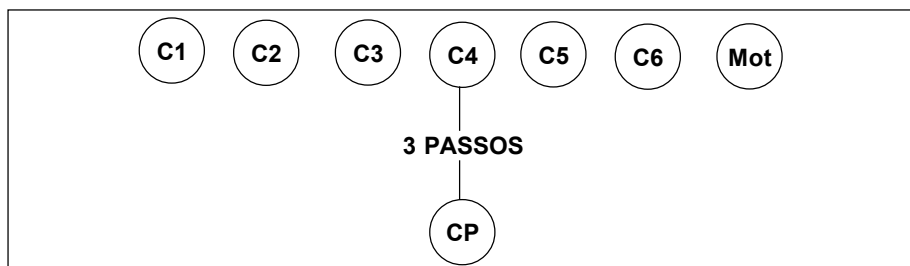

Fig 3-1. Guarnição formada
a. “FORMAR GUARNIÇÃO!” (Fig 3-1) - A guarnição procede da seguinte maneira:
(1) desloca-se, em passo acelerado, para o local indicado pelo CP;
(2) forma em uma só fileira, sem intervalos, com o apontador e atirador à direita; e à sua esquerda, os demais serventes e o motorista. A frente do dispositivo estará voltada para a direção indicada pelo CP;
(3) à frente da guarnição, distanciado de três passos do C4, situa-se o CP;
(4) pronto o dispositivo, o CP deve dizer: “TAL PEÇA, GUARNIÇÃO FORMADA!”, enquanto os componentes da peça permanecem na posição de descansar.
a. Com o objetivo de treinar os membros da guarnição no desempenho de todas as funções e para motivar os serventes, freqüentemente faz-se o rodízio de funções. Com a guarnição formada (Fig. 3-1), o comando é, por exemplo, “C2 e C4, C3 e C6, TROCAR POSTOS!”.